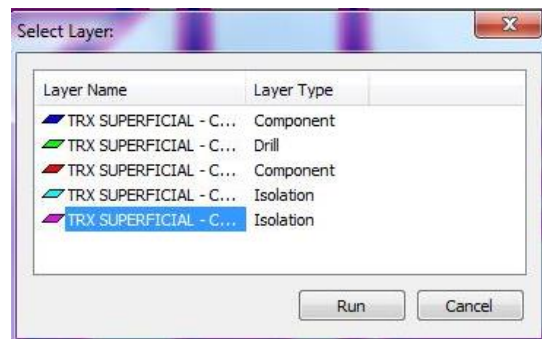

Figura 76. Seleccionando la capa de aislamiento en correr capa (Run Layer).
33. En la ventana correr capas (**Run layer**) seleccione la capa de aislamiento (Isolation) como se muestra en la figura 76.